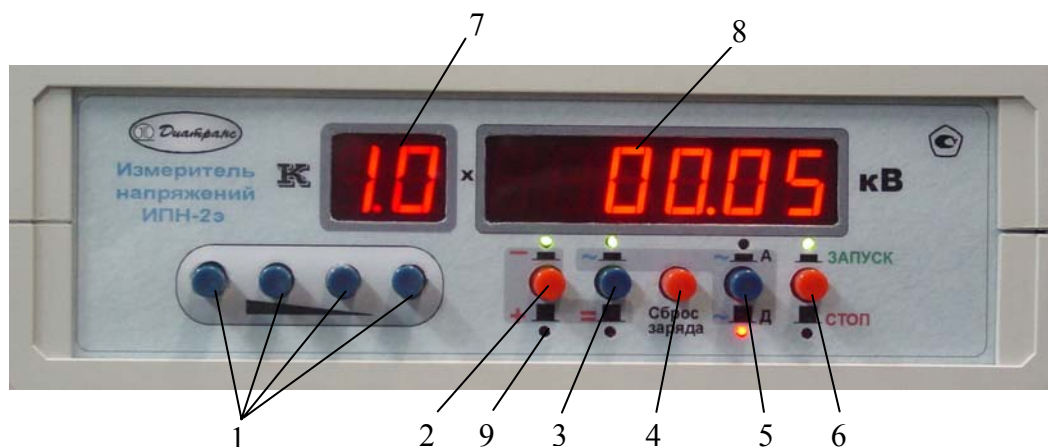

Рис.1
4.5. Переключение поддиапазонов измеряемых напряжений осуществляется нажатием одной из кнопок на лицевой панели прибора (позиция 1 рис.1). Соответствие кнопок выбора значения множителя K и поддиапазонов измеряемых значений напряжений переменного и постоянного тока приведено в таблице 2. (Нумерация кнопок переключения поддиапазонов – слева направо.)
9.3. Установите на ИПН-2э кнопкой выбора (позиция 3 рис.1) вид измеряемого напряжения (постоянное или переменное).
9.4. При работе с напряжением постоянного тока установите кнопкой выбора полярности (позиция 2 рис.1) соответствующую полярность.
9.5. Кнопками позиции 1 рис.1 установите поддиапазон, соответствующий измеряемым значениям напряжения.
9.6. При измерении напряжения переменного тока установите кнопкой, позиция 5 рис.1, амплитудное или действующее значение.
9.7. Подавайте напряжение плавным подъемом, начиная с низких значений. Измеряемое напряжение равно произведению показаний на табло (позиция 8 рис.1) и множителя К (индикатор позиции 7 рис.1).
9.8. При работе прибора в режиме измерения постоянных и амплитудных значений переменных напряжений происходит зарядка емкостей в его схеме. Это может приводить к запаздыванию показаний прибора при снижении измеряемого напряжения. Для ускорения процесса установления показаний рекомендуется нажать кнопку «Сброс заряда» (позиция 4 рис.1). Целесообразно также нажимать кнопку «Сброс заряда» до начала измерений.